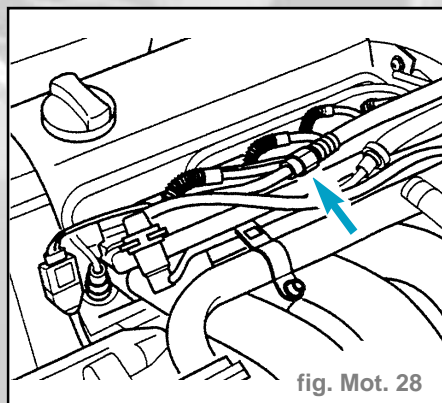

fig. Mot. 28
- Dévisser le raccord et récupérer le carburant s'écoulant avec un chiffon (fig. Mot. 28).
- Défaire le raccord et récupérer le carburant s'écoulant avec un chiffon (fig. Mot. 28).